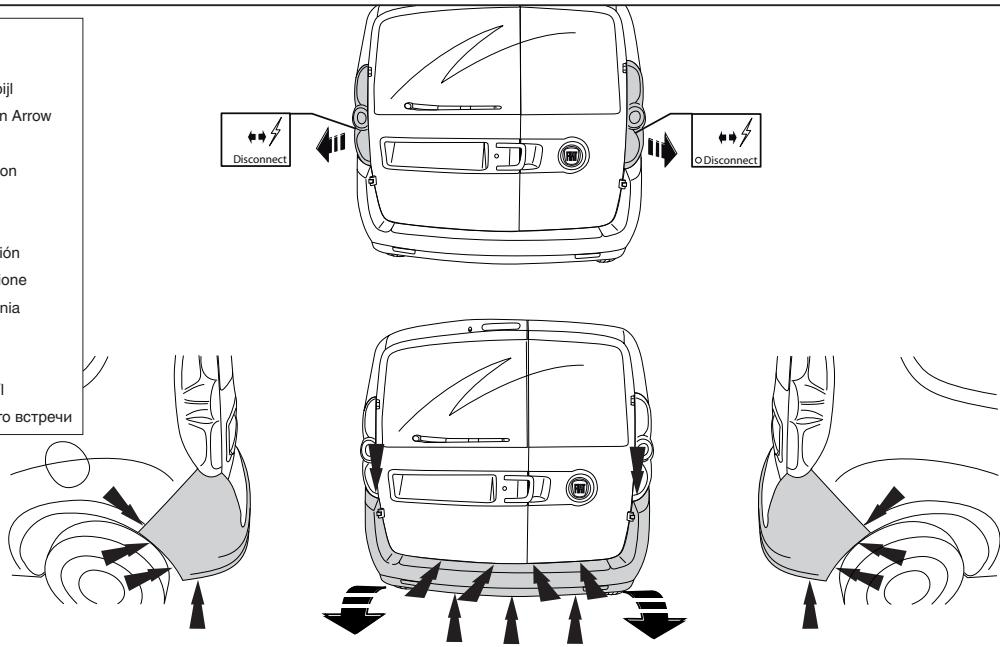

Fig.1
2. Снять бампер вместе со стальным буферным бруском автомобиля; буферный брус больше не понадобится. См. рисунок 1.